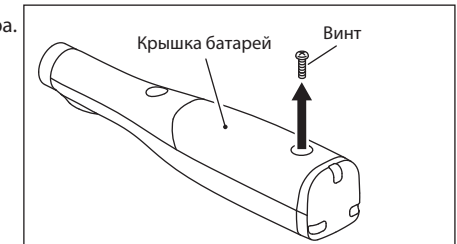

Рис. 14
- 3) Открутите винт, удерживающий крышку батарей при помощи отвертки Phillips (Рис. 14)